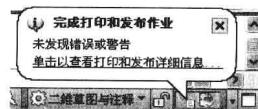

图 10-5-3
(5) 单击“发布”按钮，打开“指定 DWF 文件”对话框，选择发布的路径位置，输入发布名称，单击“选择”按钮，弹出“发布—保存图纸列表”提示对话框，这是由于在发布之前没有保存图形文件的缘故，单击“是”按钮。状态栏右下角显示一个动画图标~~■~~，显示发布作业正在进行中。
(6) 当发布作业完成之后，就会在右下角显示完成信息，如图 10-5-3 所示。单击“打印信息”按钮~~■~~，打开“打印和发布详细信息”对话框，显示打印的一些信息。